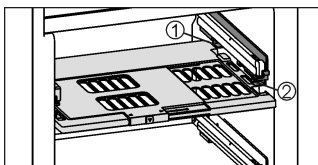

Fig. 15
- ▶ Vochtregeringsplaat terugplaatsen: dekselranden van de plaat van onder in de achterste houder Fig. 15 (1) plaatsen en aan de voorkant in de houder Fig. 15 (2) vastklikken.